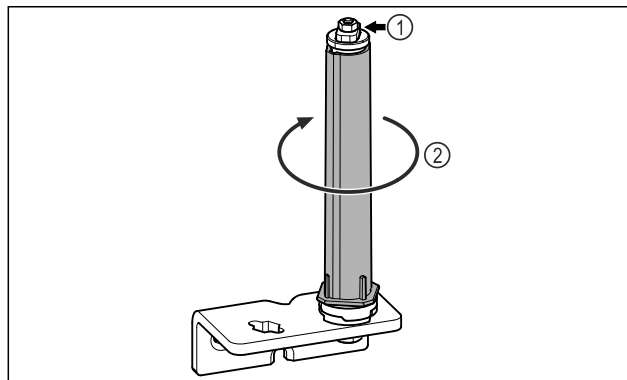

Fig. 21
- ▶ Ne rastavljajte sustav zatvaranja vrata Fig. 21 (1).
- ▶ Okrećite sustav zatvaranja Fig. 21 (2) dok ne klikne.